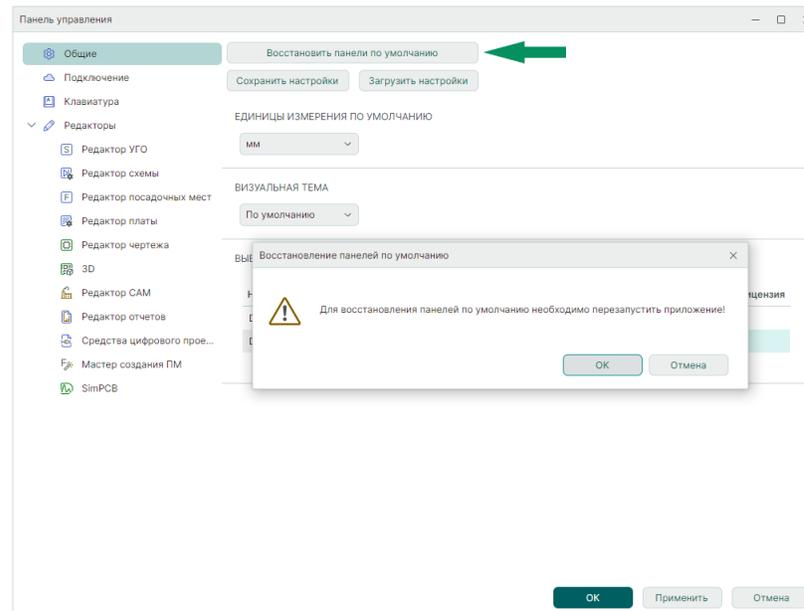

Рис. 63 Восстановление отображения панелей по умолчанию
1. Нажмите кнопку «Восстановить панели по умолчанию», см. Рис. 63.